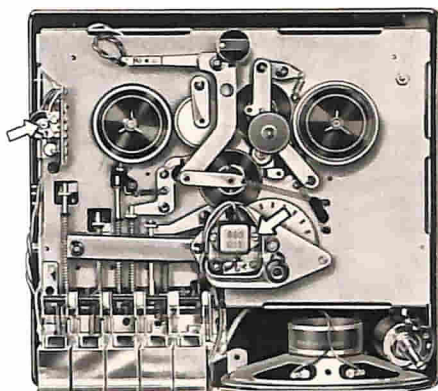

Fig. 3 - Vista generale superiore
**Taratura velocità del motore** - Montare sul registratore un nastro campione sul quale sia registrata la frequenza di 50 Hz e premere il tasto « audizione ». Collegare la presa « uscita » del registratore all'amplificatore verticale di un oscilloscopio, e la frequenza di rete (50 Hz) all'amplificatore orizzontale. Regolare infine la resistenza variabile che si trova sul circuito di regolazione elettronica di velocità (v. fig. 3, in alto a sinistra), fino ad ottenere sull'oscilloscopio un cerchio o un'ellisse (1a figura di Lissajous) se la velocità del nastro è di 4,75 cm/s, oppure un « 8 » più o meno appiattito (2a figura di Lissajous) se è di 9,5 cm/s.